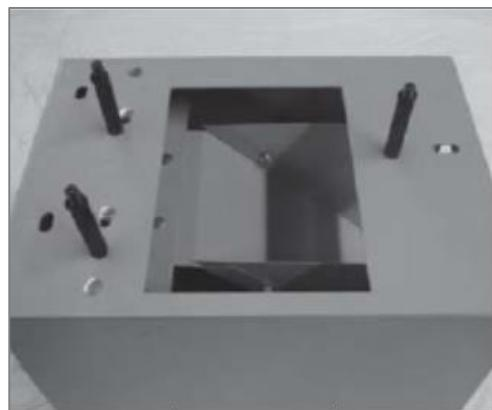

Рис. 4
2. Совместить два отверстия в верхней части станины с отверстиями в корпусе станка (*Рис. 4*).